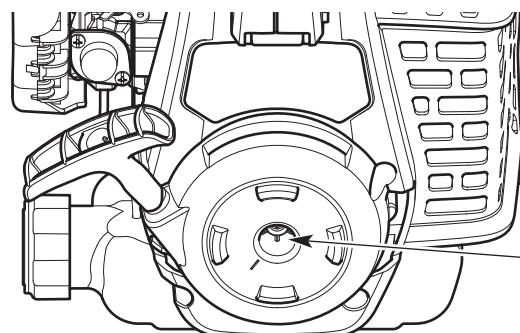

Fig. 9
5. Inserte el accesorio de arranque eléctrico dentro del orificio de arranque eléctrico (Fig. 9).